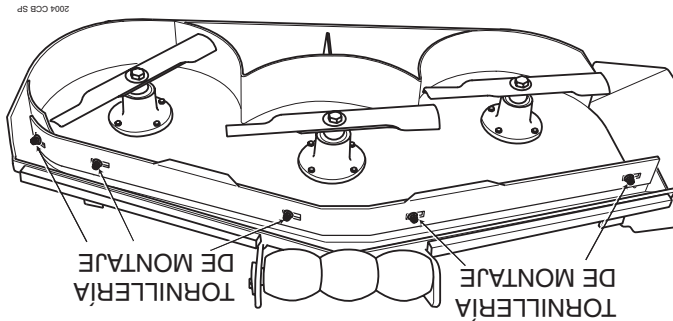

Figura 6-8. Deflector de corte personalizado
2. Quite los accesorios que aseguran el deflector de corte personalizado a la plataforma de corte. (Vea la Figura 6.8)